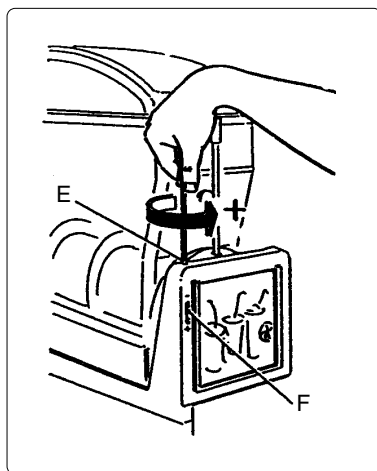

Fig. 9
- b) Réglage de la consistance du produit: pour changer la consistance du produit, vous devez agir sur la vis (E) qui se trouve à l'arrière la machine (fig. 9); si vous la tournez dans le sens des aiguilles d'une montre, vous obtiendrez un produit moins dense, si vous la tournez dans le sens inverse, vous obtiendrez un produit plus dense. Vous pouvez contrôler la densité plus ou moins grande du produit sur l'indicateur (F).